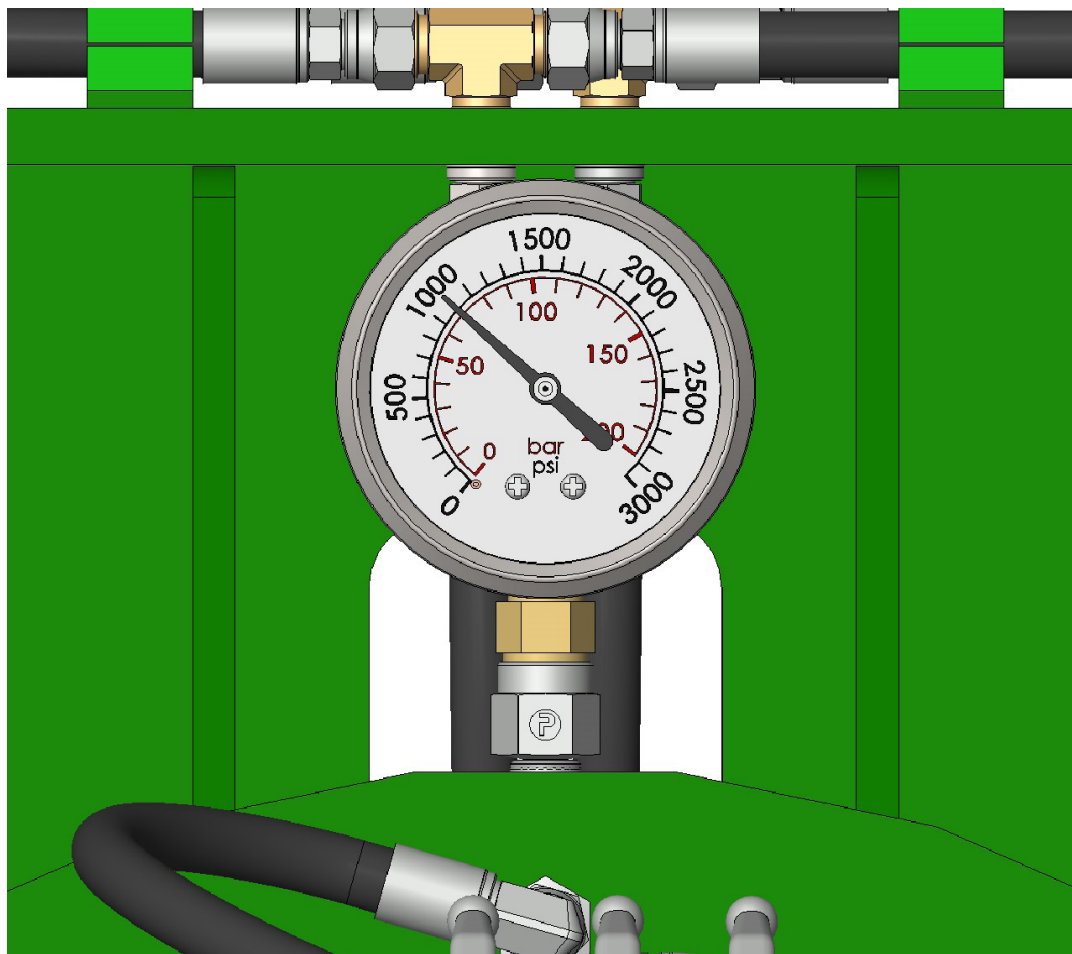

Abb. 11.
3. Die Transportsicherungsventile öffnen (Abb. 11).
9. Die Transportsicherungsventile schließen (Abb. 11, 14 und 15).